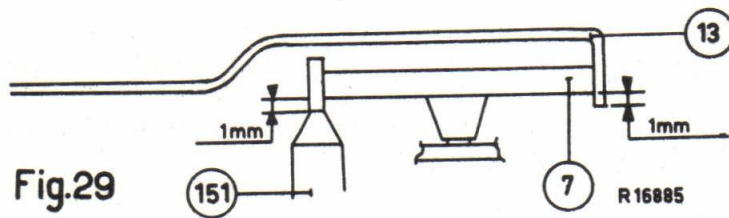

Fig. 29
- 2) De onderkant van het loopvlak van het tussenwiel moet minimaal 1 mm boven de onderkant van de rand aan de draaitafel lopen. (Zie fig.29). Eventueel instellen door de beugels 10a of 10c iets te verbuigen.
- 4) Motoras moet evenwijdig lopen aan de draaitafelas (zie fig.29).